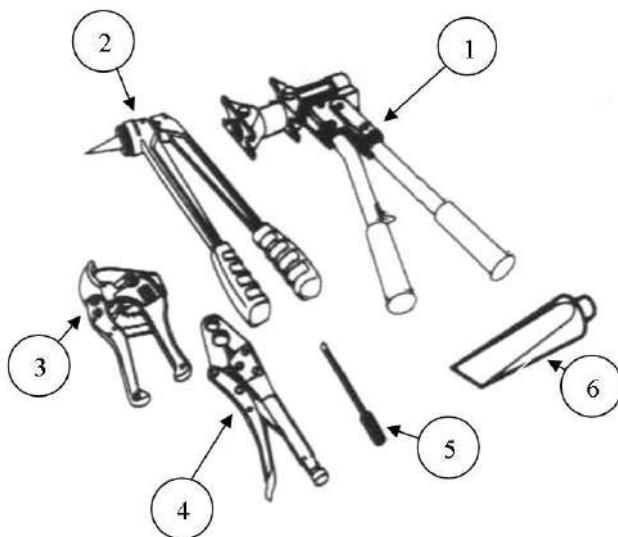
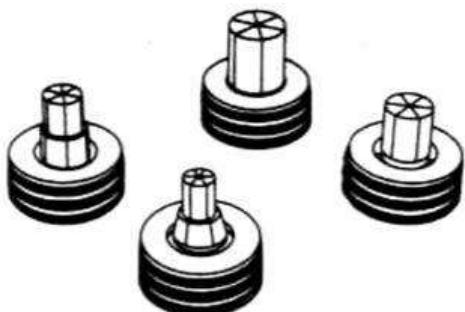

Рис. 1. Ручной механический инструмент RAUTOOL M1
Рис. 2. Сменный комплект M1 для труб PE-X-a
2.1.1. Ручной механический инструмент RAUTOOL M1 для монтажа соединений с помощью подвижных гильз (см. рис. 1) и сменные комплекты к нему (см. рис. 2). Применяется для монтажа труб PE-X-a Ø 16-32 мм.